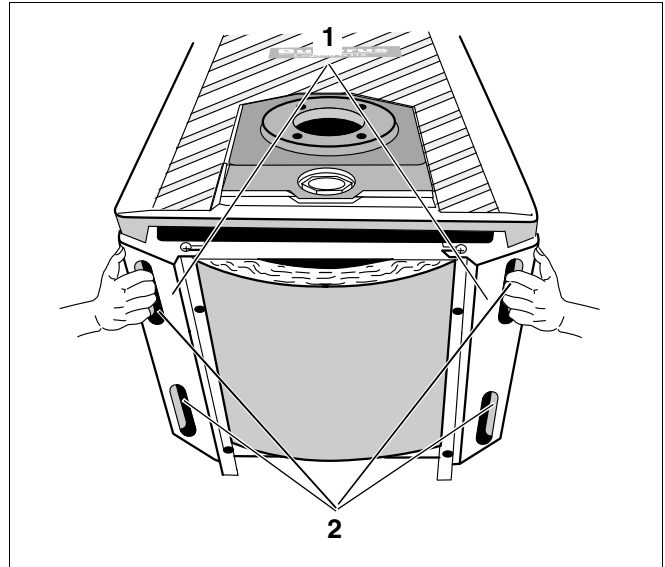

Fig. 7 Løft og transport af kedlen
I sidekapperne (fig. 7, **pos. 1**) er der fordybninger (fig. 7, **pos. 2**), som du kan bruge til at løfte og bære kedlen.